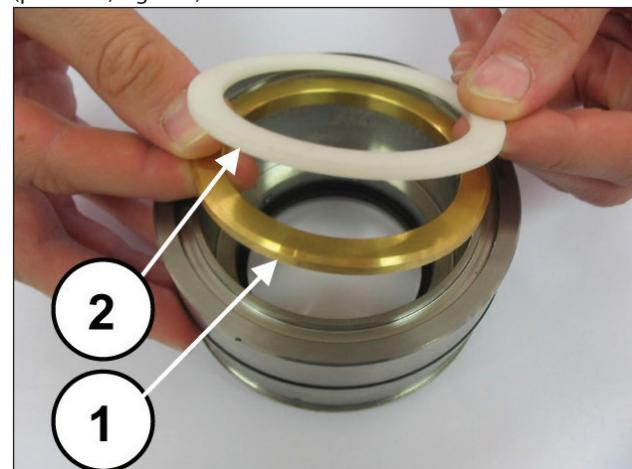
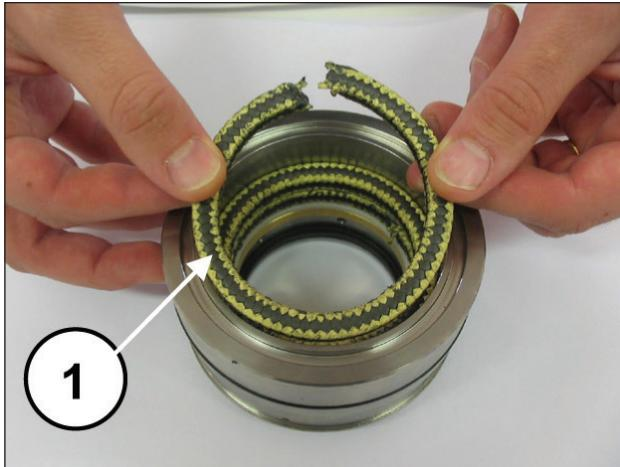
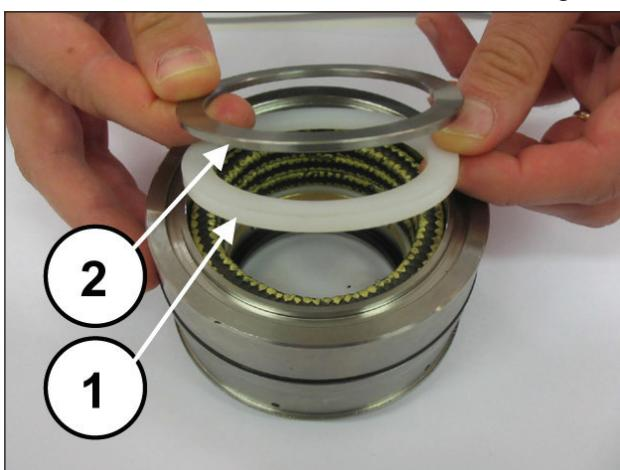

Fig. 170
Fig. 171
Fig. 172
Monte o anel de suporte e o anel anti-extrusão (pos. ①②, Fig. 170), as três fitas isolantes, prestando atenção para que os entalhes se encontrem a 120° um do outro (pos. ①, Fig. 171), o anel de raspagem das fitas isolantes e o anel para mola (pos. ①②, Fig. 172).